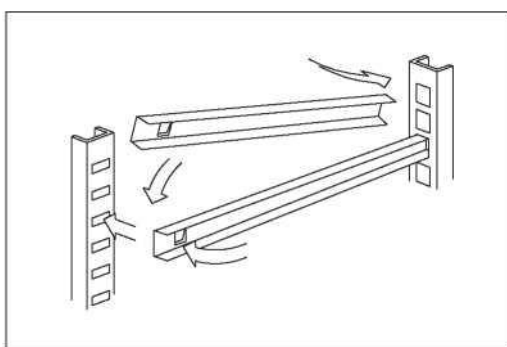

Рис.6
- направляющие для удержания решетки вставляются в отверстия стоек (Рис. 6);